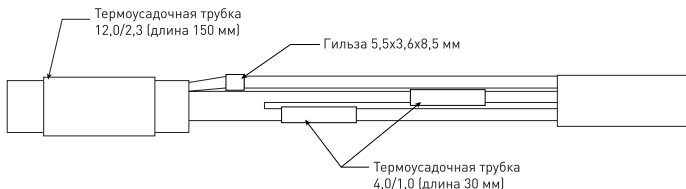

Рис. 7 - Нанесение первого слоя изоляции и соединение экранирующей оплетки и заземляющего проводника
5.6.5 Вставить в гильзу 5,5x3,6x8,5мм зачищенную жилу заземляющего провода и «жгут» из экранирующей оплетки кабеля с другой стороны. Жила должна быть вставлена в соединитель до изоляции. Опрессовать гильзу ручным кримпером. Полученное соединение должно соответствовать — см. рисунок 7.